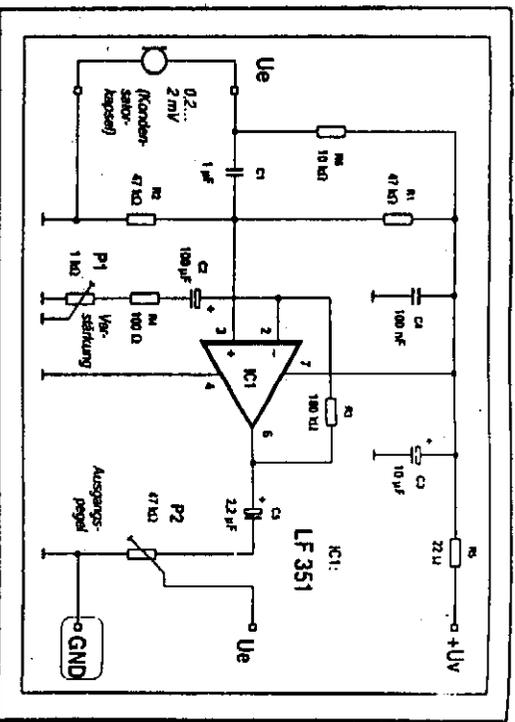

Bild 113: In vielen Fällen ist es möglich, die doppelte Versorgungsspannung für OpAmps durch eine einzelne zu ersetzen; Teller erzeugen die Versorgung.
■ Um die Eingänge bei einfacher Versorgung mit der nötigen Vorspannung zu versehen, kann man sie über Spannungsteiler auf einen mittleren Pegel anheben (Bild 113). Das ist umso einfacher möglich, je hoch ohmiger die Eingänge sind; da kein Querstrom aus dem Widerstandsteiler abfließt, bleiben die eingestellten Verhältnisse erhalten, unabhängig von der Ansteuerung und Belastung. Im Bild oben liegt der Plus-Eingang über  $R1/R2$  bei 50% der Versorgungsspannung; der Minus-Eingang hängt gleichspannungsmäßig mit am Rück-